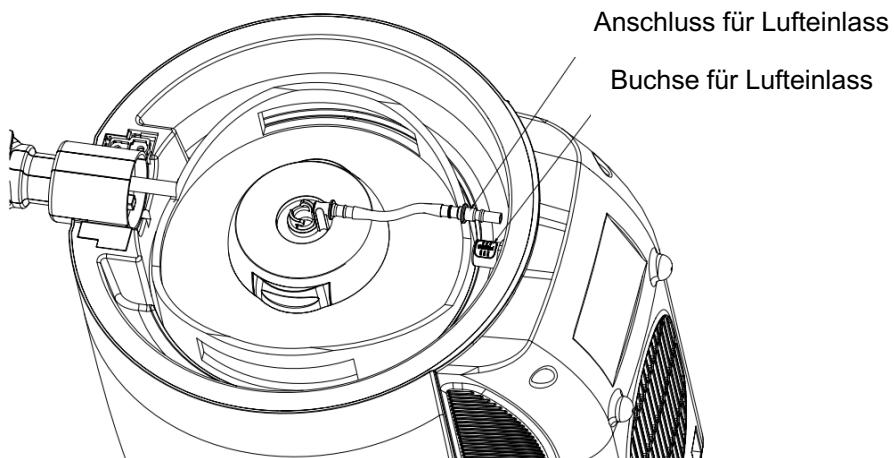

Abbildung 8
10. Stecken Sie den Lufteinlass-Schnellanschluss am Ende des Bierschlauchs an der Bierventilvorrichtung in die Lufteinlass-Schnellanschlussbuchse, und Sie können ein leichtes Klicken hören, dass ihnen zeigt, dass er angeschlossen ist (wie in Abbildung 8 dargestellt).